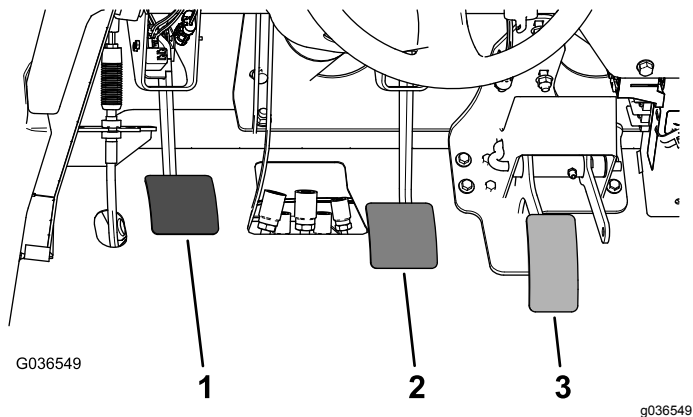

图61
2. 抬起刹车踏板 **图61** 直至它接触到机架。
3. 松开将汽缸轭固定至主汽缸轴的锁紧螺母 **图61**。